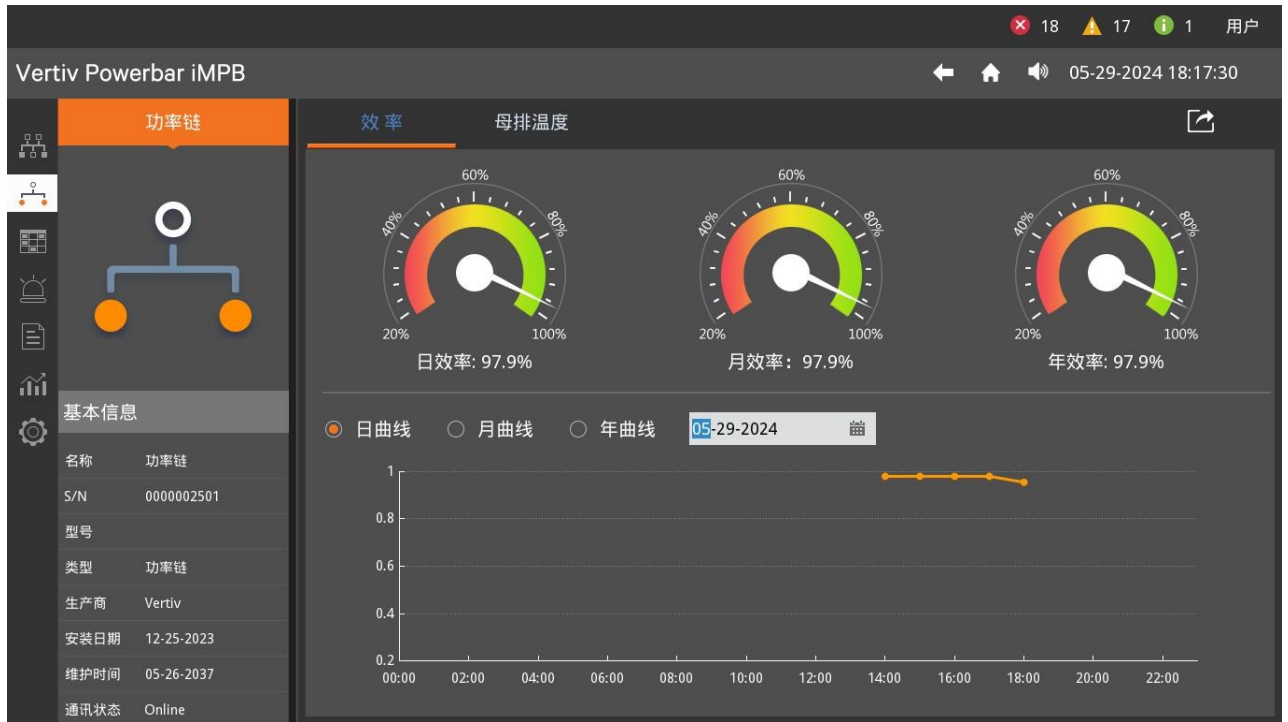

图3-6 PUE 页面
1. 点击效率按钮, 切换到效率页面, 如图 3-6 所示。